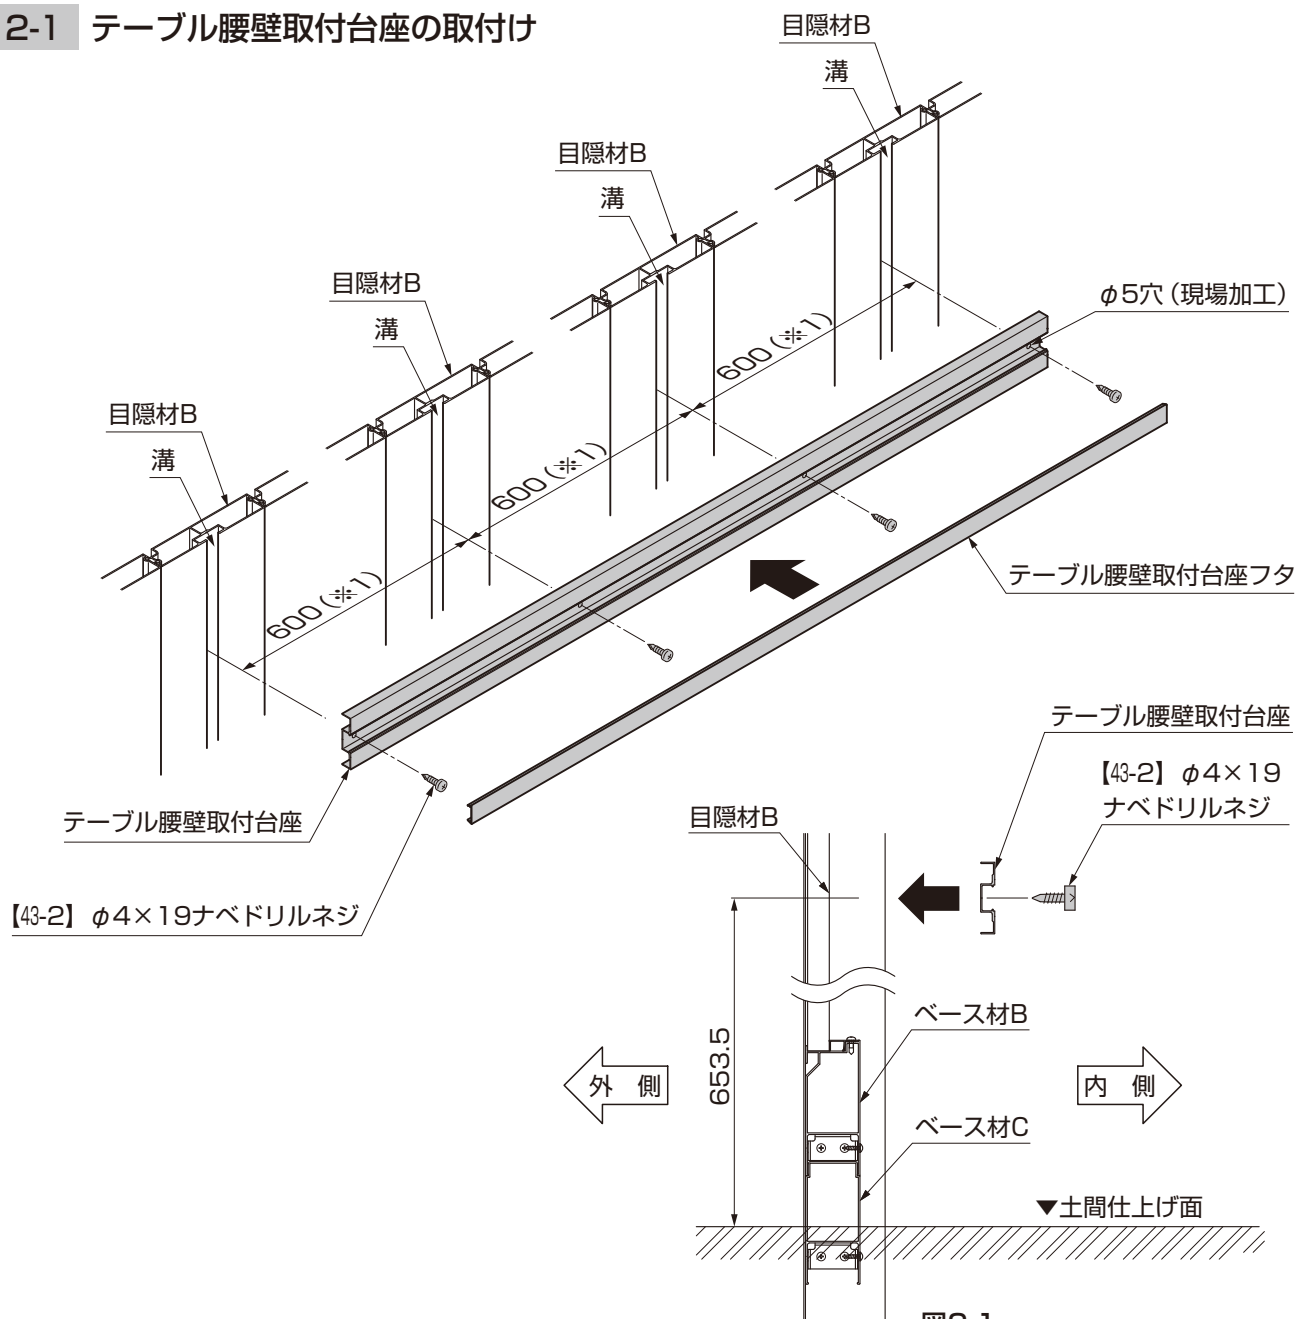

図2-1
- テーブル腰壁取付台座の高さは、土間仕上げ面より653.5mmにしてください。（図2-1参照）
- ②テーブル腰壁取付台座フタをテーブル腰壁取付台座にはめ込んでください。